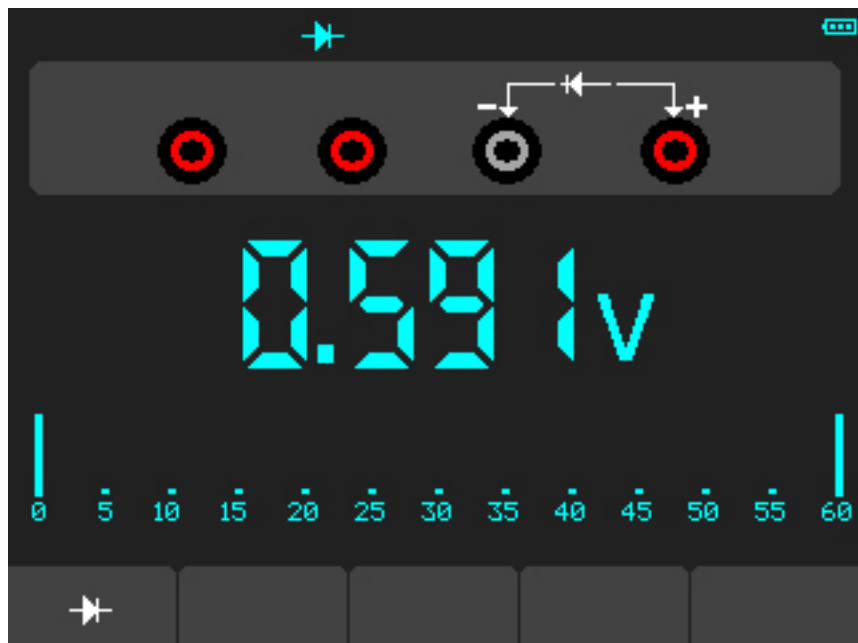

图 4-3 二极管测量界面
c) 将红色和黑色表笔连接到被测二极管，屏幕将显示二极管的正向导通电压值读数。二极管测量显示的单位是V（如图4-3）。